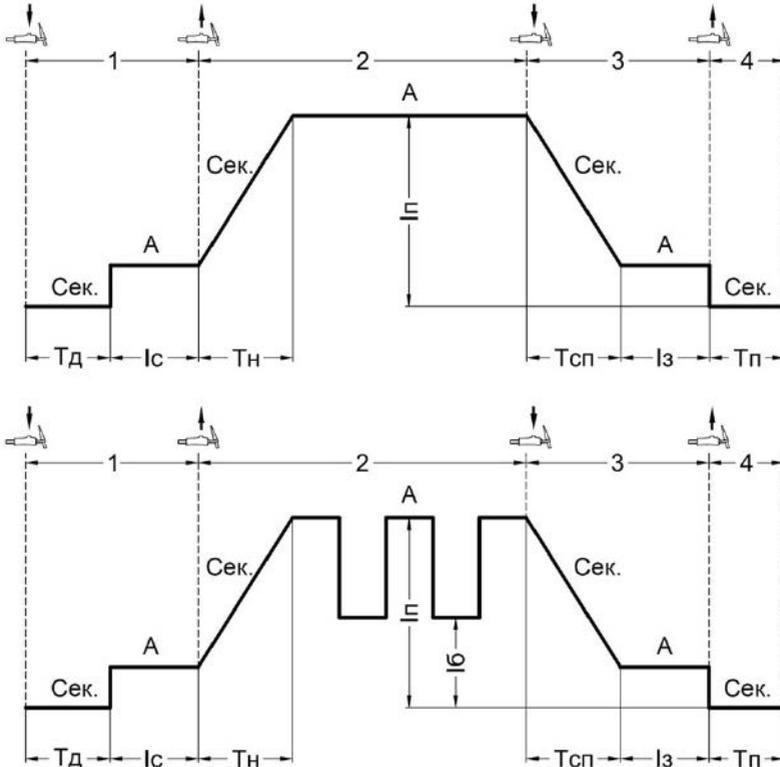

Рис. 7.4.2. Режим работы аппарата 4Т и 4Т в импульсном режиме.
**Четырехтактный режим (4Т)** рекомендуется использовать при длине сварочных швов свыше 200 мм (см. рис. 7.4.2).